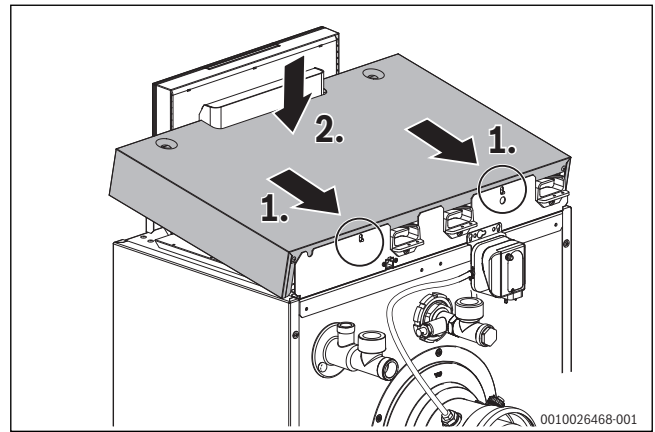

Bild 25 Kesselhaube montieren
- Kesselhaube mit den Pins in die Rückwand einsetzen und nach unten klappen (→ Bild 25)